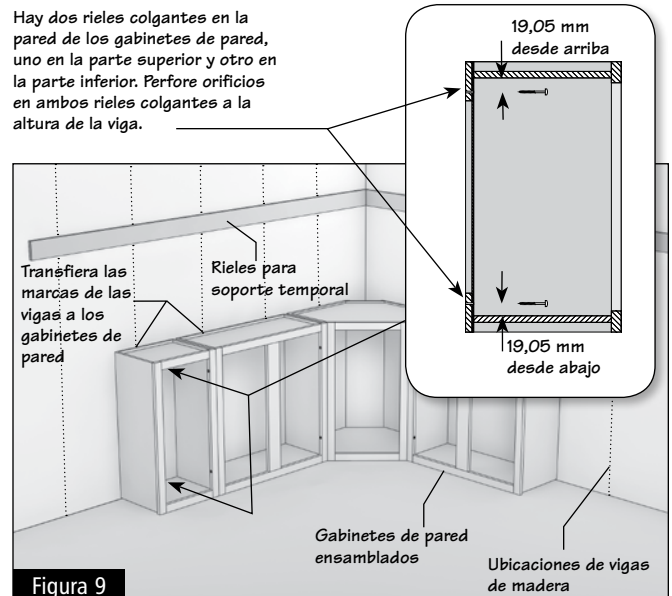

Figura 9
**2.8** Una vez que todos los gabinetes estén prearmados en el piso, mida la pared desde la esquina hasta la marca de la primera viga y transfiera las medidas a la parte interior del gabinete que instalará. Repita este paso en cada esquina y cada viga. Luego, perforo orificios de  $\frac{7}{32}$  pulg. para montar el gabinete desde los rieles superiores hasta los inferiores del gabinetes a una distancia de 1,90 cm desde abajo y 1,90 cm desde arriba. (Figura 9)